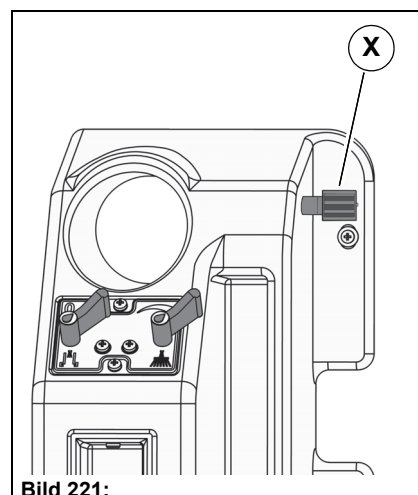

Bild 221:
2. Lyft frontaggregathållaren och använd sänkventilen **Bild 221-X** för att fixera hållaren i den övre positionen.
7. Öppna sänkventilen **Bild 221-X** igen.